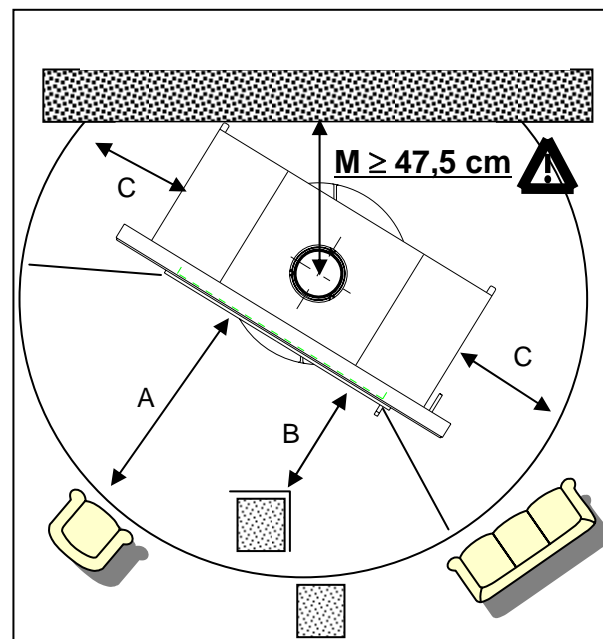

Abb. 3-2: Brandschutzabstände – Ofen gedreht
**Ausnahme:** auf der Ofenrückseite unten, befinden sich links und rechts je zwei Wand-Abstandshalter mit 2 cm Länge. Diese Abstandshalter sorgen zusammen mit einer vormontierten Isolierung innerhalb des Gerätes dafür, dass das Gerät bis zur Berührung dieser Abstandshalter gegen rückseitige Wände geschwenkt werden kann, ohne dass die rückseitigen Wände  $> 85^{\circ}\text{C}$  belastet werden. D.h. die in Abb. 3-2 dargestellte Kontaktsituation der Abstandshalter mit der rückwärtigen Wand ist auch bei einer brennbaren Wand (Holz, Tapete) zulässig !